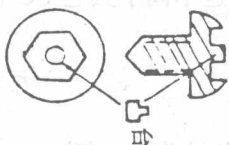

图 1 带有小凸台的内六角螺钉
1、IBM—PC / XT 原装机电源箱上，除了通用标准螺钉外，还有两个非标准的特殊螺钉，其螺帽为标准内六角型，但在内六角中央，多了一个小凸台，如图 1。这种螺钉，一字形和十字形螺丝刀、搬手、钳子等普通工具，全都无法取下，电源箱也就不能打开。用螺丝刀或别的类似工具从侧面斜抵在小凸台中部，用钳子或小锤轻轻击一下螺丝刀
把，小凸台即可齐根折断。这样一来，特殊螺钉变成了标准的内六角螺钉，用内六角板手即可将电源箱打开。见图 1。